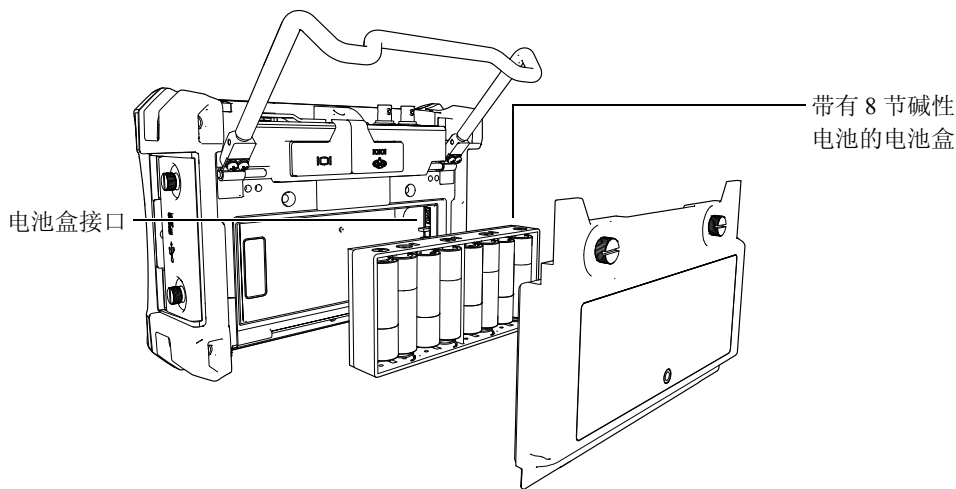

图 1-11 碱性电池盒
6. 将碱性电池盒放入电池舱内（参见第 27 页的图 1-11）。